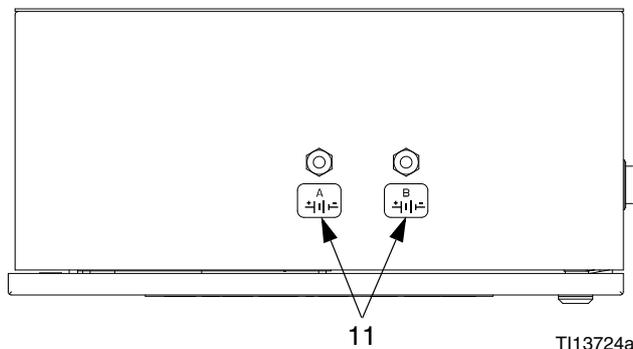

ABB. 4. Etiketten oben am EasyKey anbringen
2. Das kundenseitig bereitgestellte Netzkabel (PC) aus dem explosionsgefährdeten Bereich in einen nicht explosionsgefährdeten Bereich verlegen. Alle örtlichen und nationalen Bestimmungen für Explosionsschutz, Flammenschutz oder erhöhten Sicherheitsschutz einhalten.
5. Wie in ABB. 4 dargestellt, die A- und B-Etiketten (11) anbringen. Die Zugentlastung (12) wie in ABB. 5 dargestellt installieren.